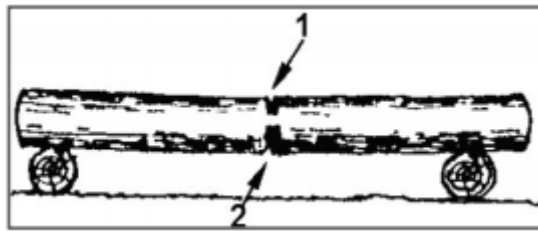

Рис. 12
1. Бревно лежит на двух опорах (Рис. 12). Разгрузочный пропил (1) на $1/3$ бревна делается сверху. Основной пропил (2) делается снизу навстречу разгрузочному пропилу.